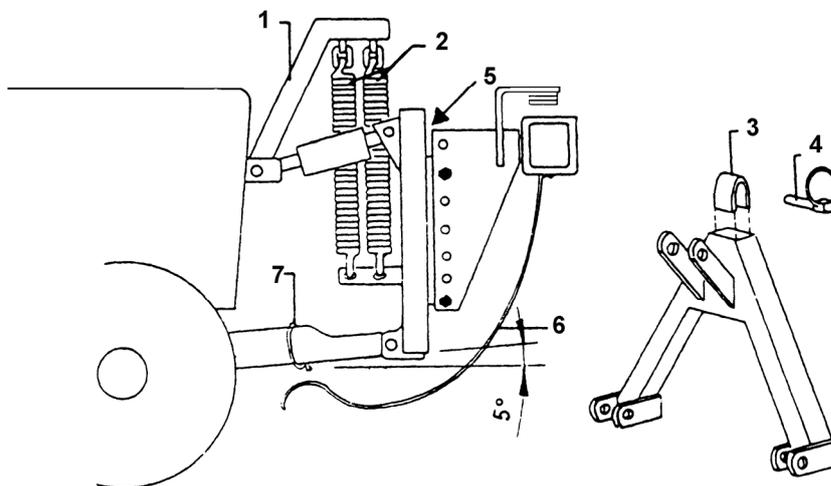

Bild 3
Sicherheitsvorschriften (Kapitel A) beachten! Evtl. erforderliche Anpassungsarbeiten gehören zum Montageumfang. Das Mähwerk darf nur durch geschultes Fachpersonal zusammengebaut und angepasst werden. Vor Anbau des Mähwerkes die zulässige Belastung der Vorderachse prüfen, evtl. sind die vom Schlepperhersteller angebotenen Heckzusatzgewichte anzuhängen. Die Anhängung ist so einzustellen, dass die Unterlenker des Schleppers beim Mähen min. 5° nach oben zeigen (siehe Bild 3). Bei sehr unebenem Gelände empfehlen wir einen Winkel von 15°. Dadurch wird das Mähwerk bei Hindernissen nach oben gedrückt. Bei allen Anhängungen können unterschiedliche Höhen eingestellt werden
3. Anhängen des Mähwerkes mit Schmalspurkuppeldreieck (Bild 3)
Bei den FTL, bei denen das Winkelgetriebe und die Gelenkwelle unter der Schutzhaube liegen, muss entsprechend Bild 3 die mittlere Schutzplane (6) mit dem Gummiexpander (7) an den Unterlenkern straff nach hinten hoch gehängt werden.